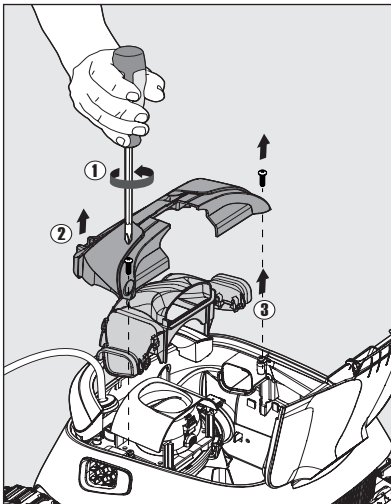

Figure 22
1. À l'aide d'un tournevis cruciforme n°2, retirez les deux vis qui maintiennent le couvercle intermédiaire et l'ensemble collecteur en place. Ces vis se trouvent dans les coins intérieurs du couvercle intermédiaire. Voir **Figure 22**.
3. Retirez délicatement le couvercle intermédiaire (élément n° 2 de la **Figure 22**) du nettoyeur et mettez-le de côté.
4. Retirez doucement l'ensemble collecteur (élément n° 3 de la **Figure 22**) du nettoyeur et mettez-le de côté.